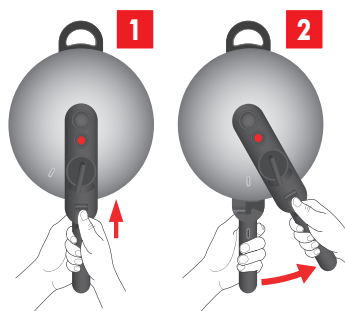

Fig. 5: Retirer le couvercle
4. Poussez le coulisseau d'ouverture dans la position avant et faites tourner le couvercle jusqu'à la butée dans le sens antihoraire (voir fig. 5).